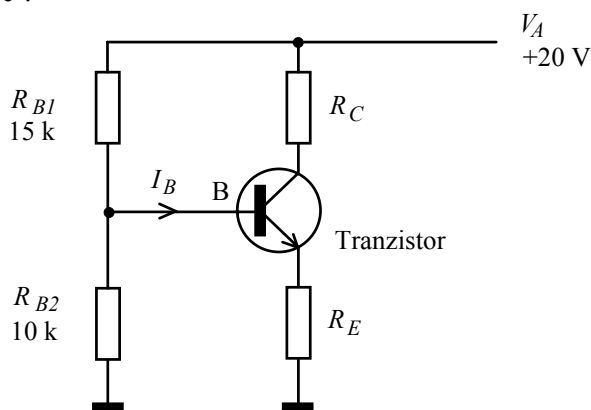

Fig. 1.38.
**P 1.11.** Determinați potențialul nodului B din Fig. 1.38 (baza tranzistorului) considerînd neglijabil curentul bazei (amintiți-vă teorema Milman). Apoi recalculați același potențial pentru un curent de bază de  $50 \mu\text{A}$ . Comparați rezultatele și decideți dacă prima aproximație era rezonabilă.